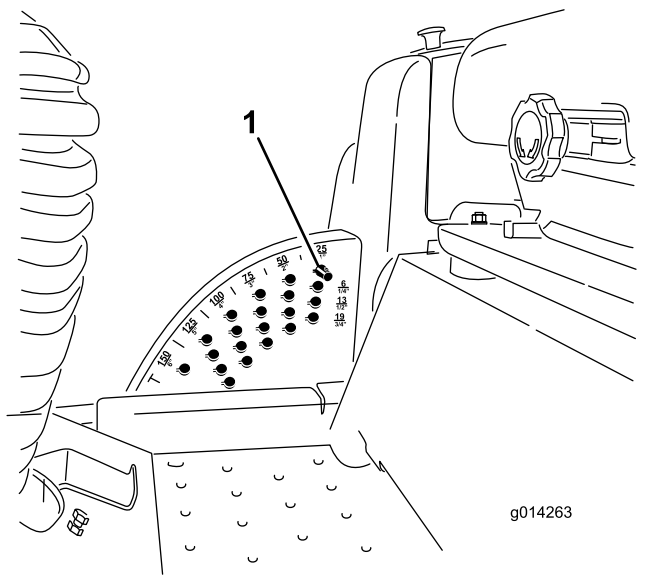

图26
1. 在发动机运行的同时向后推刀盘提升开关直至剪草机刀盘完全升起然后**立即松开开关**图26。
2. 旋转限位销直至销上的小块与剪草高度支架孔内的槽在一条线上然后取下限位销图26。
3. 选择剪草高度支架对应所需剪草高度的孔插入限位销将其向下旋转并锁定到位图26。
**注意** 共有 4 排孔的位置图26。最上面的一排是高于限位销的列明剪草高度。其下第二排的剪草高度为列明剪草高度加 6mm。其下第三排的剪草高度为列明剪草高度加 12mm。最下面一排的剪草高度为列明剪草高度加 18mm。15.8cm 位置仅有 1 个孔位于第二排。此孔不需添加 6mm 即可到达 15.8cm 的位置。